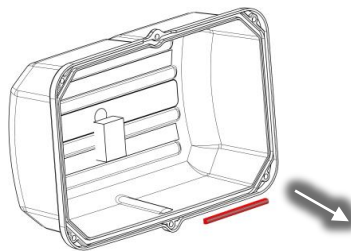

图 3 - 检修侧盖板“D”密封件拆除
10. 拆除盖板的“D”密封件。注意密封件两端交汇位置的间隙。参见图 3（检修侧盖板“D”密封件拆除）。